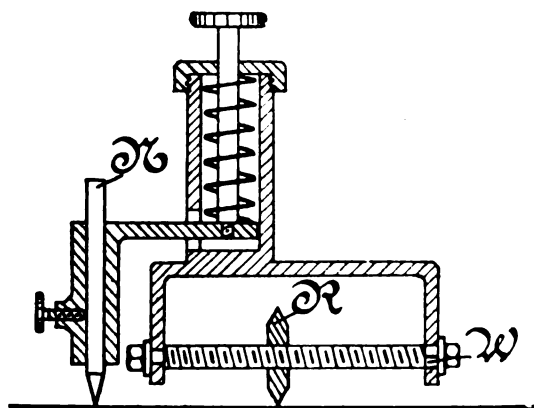

Fig. 3.
a) Das Instrument von François Pancaert d'Opdorp (D. R.-P. 15 136; 1881). Ein Rädchen R, Fig. 3, welches lose auf einer mit Schraubengewinde versehenen Welle W läuft, wird die zu